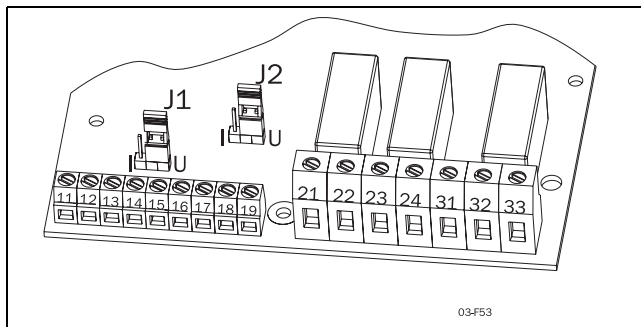

Рис. 38 Установка типа входного сигнала: напряжение или ток.
2. Установите переключку J1 на плате управления в положение управления напряжением (U) или током (I), см. Рис. 38 и Рис. 24 на с. 31. Заводская установка – напряжение (U).